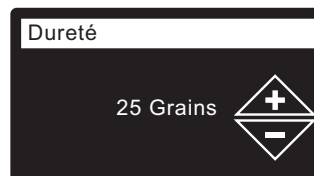

FIG. 22
21. **DURETÉ** Appuyez sur le bouton HAUT (▲) ou BAS (▼) pour définir la dureté de l'eau (cf. Figure 22).